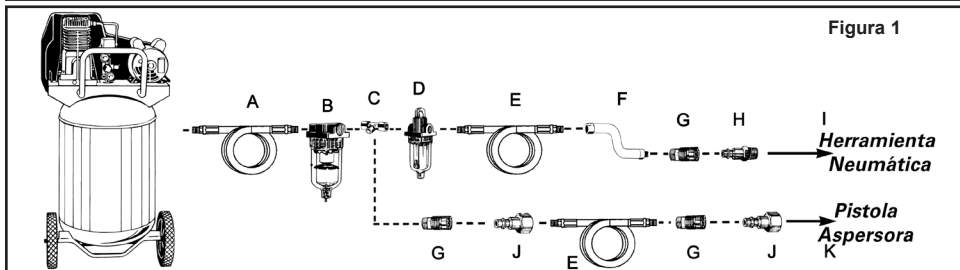

Figura 1
- Conecte la herramienta al acoplador rápido de la manguera de aire. **NOTA: Se recomienda utilizar una manguera de conexión flexible con un cabezal giratorio (P012-0079SP - no incluida) para evitar que la manguera de aire se doble, enrosque o gaste demasiado (ver figura 1 para las conexiones recomendadas).**
Para conservar el funcionamiento óptimo de la herramienta neumática, debe ser lubricada cada vez que se utiliza. Las partículas, el polvo, el óxido y los residuos de aceite se acumulan dentro de la herramienta y reducen su desempeño. Se recomienda utilizar un engrasador en línea para una lubricación automática adecuada de la herramienta (ver Figura 1). Si no dispone de un engrasador en línea, puede lubricar la herramienta de forma manual a través del orificio de entrada (ver Figura 4).